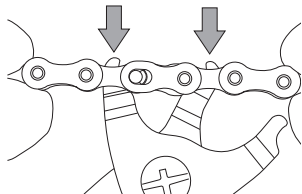

Abb.12
- Setzen Sie das Werkzeug zum Öffnen des Steckglieds, dessen Zähne eine Stärke von weniger als 1,8 mm aufweisen, in die Innenglieder neben dem C-Link™ ein (**Abb. 12**).